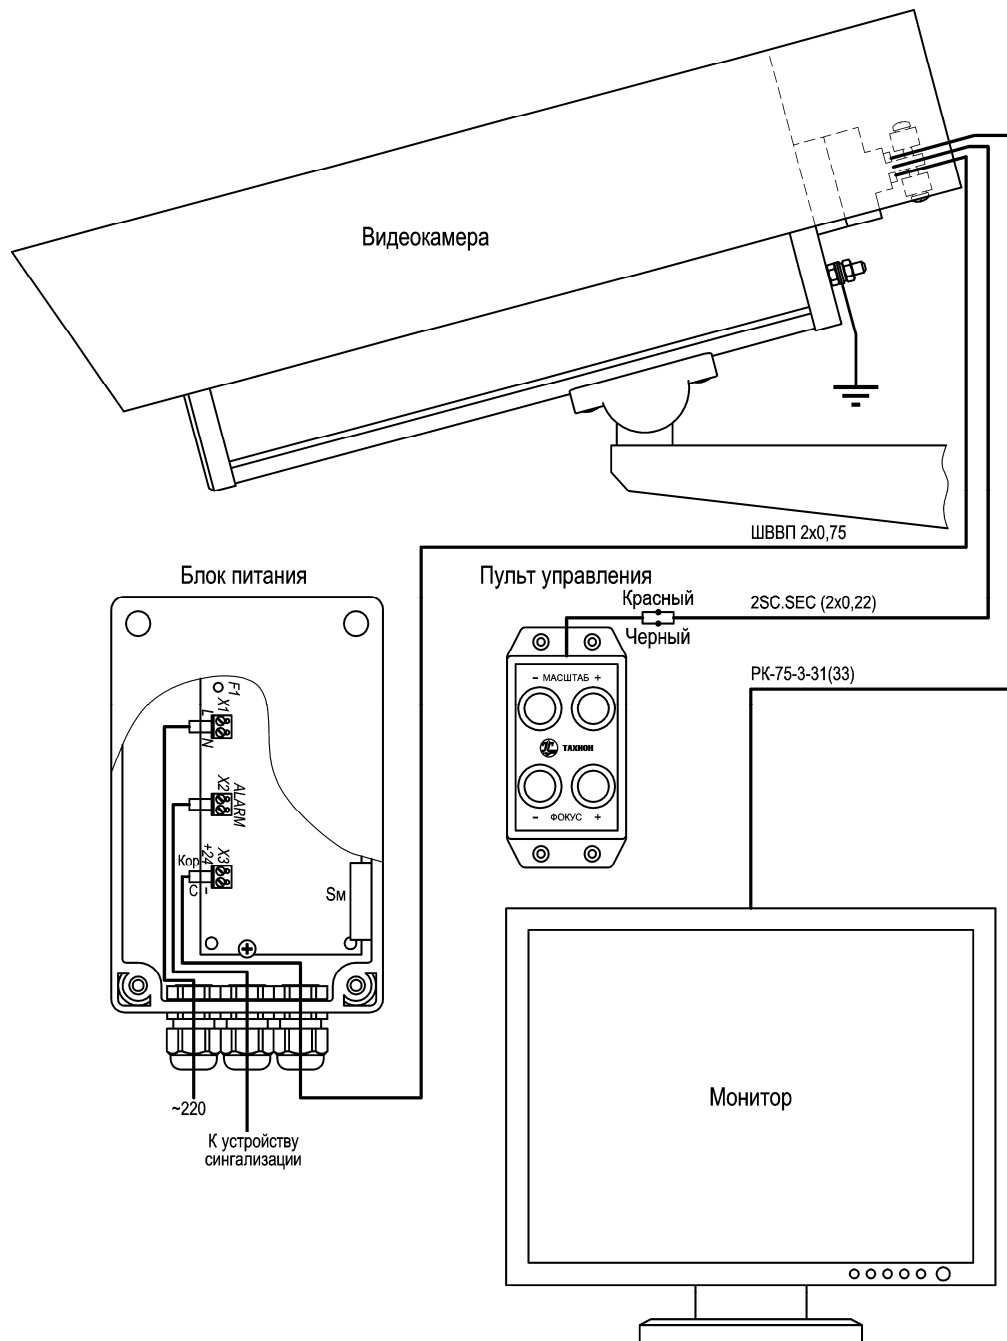

Рис.2 Схема подключения
1. Монтаж и подключение блока питания, пульта управления и монитора произвести в соответствии с ИМПФ.463132.003 РЭ (п.3) и рис. 2 данного паспорта.